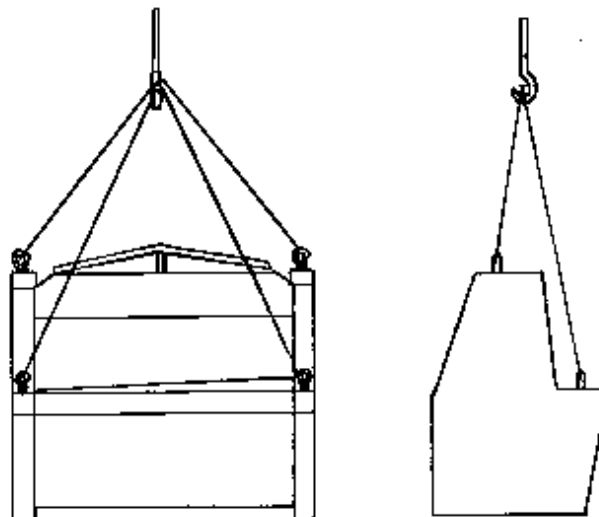

Рис. 1
1. **Подъем станка (см. рис. 1)**